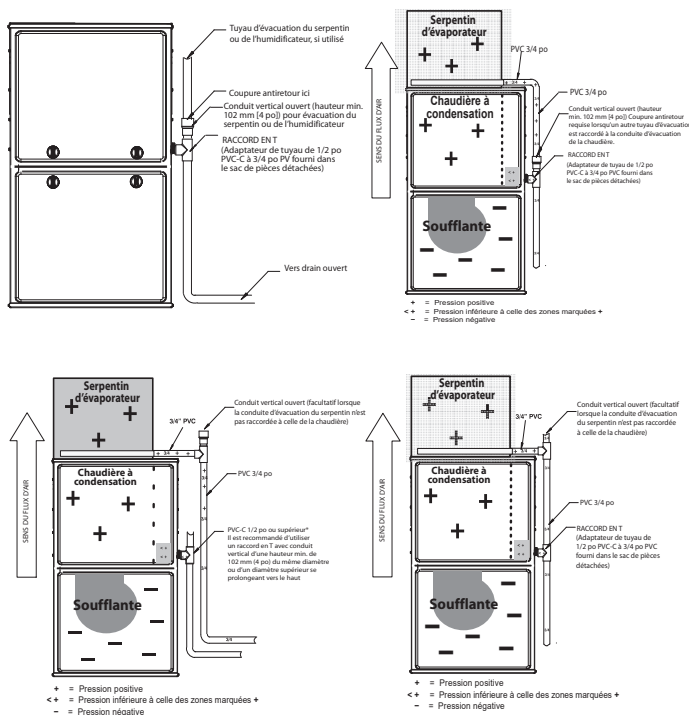

Fig. 12 – Exemple de fixation du tuyau d'évacuation sur place
- toute la tuyauterie d'évacuation est en PVC d'au moins 3/4 po et il existe un té de décharge dans la partie supérieure de la tuyauterie d'évacuation de condensat, comme illustré à la Fig. 12.